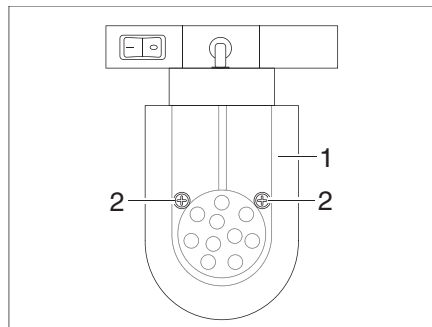

Bild 370 LED-Spotleuchte (verschiebbar)
- Befestigungsschrauben (Bild 370,2) lösen.
- Lampenglas (Bild 370,1) vorsichtig abnehmen.